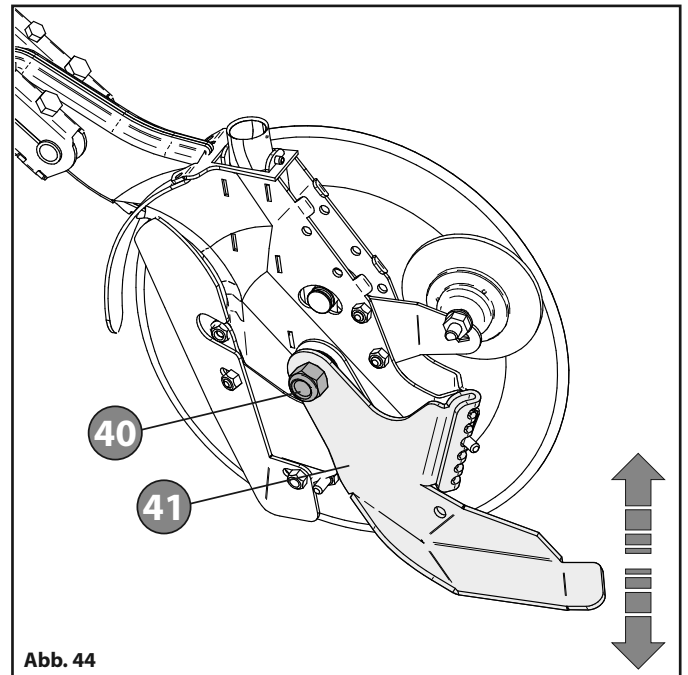

Abb. 44
- Schließen Sie die Mutter **40** "Abb. 44".